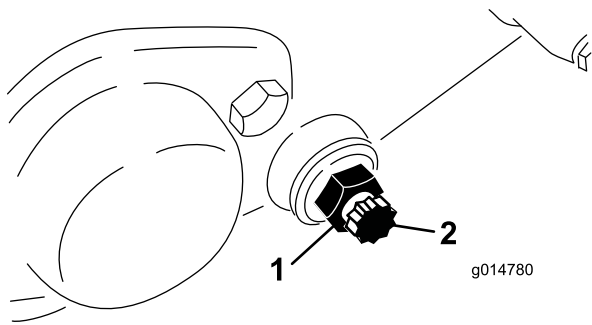

Bild 55
3. Lösen Sie an jeder Seite der Maschine die Klemmmutter, mit der die Schraube des Untermesserträgers befestigt ist (Bild 55).
4. Nehmen Sie jede Schraube des Untermesserträgers ab, damit der Untermesserträger nach unten gezogen und von der Maschine entfernt werden kann. Bewahren Sie die beiden Nylon- und die beiden Scheiben aus gestanzten Stahl an jedem Ende des Untermesserträgers auf (Bild 55).